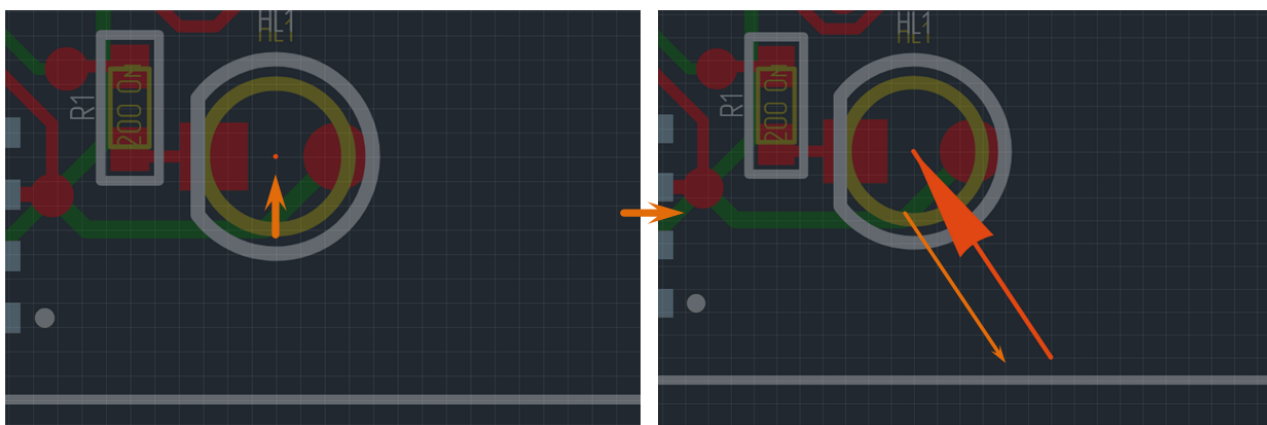

Рис. 282 Размещение выносной линии
4. Переместите курсор, возможный вид выносной линии будет отображаться на экране, см. Рис. 282.